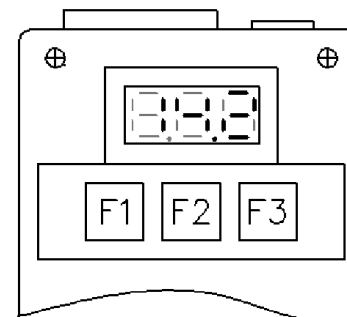

Рис. 3.
1.4.6. Проследить чтобы провода АКБ не соприкасались друг с другом для исключения короткого замыкания выходных клемм. Включить прибор в сеть. На индикаторе отобразится номер версии прошивки «v3.4». Вентилятор охлаждения начнёт работать, выходное напряжение автоматически установится в оптимальное для заряда АКБ значение 14,2 В, что отображается на индикаторе (рис. 3). Через 2 минуты вентилятор перестанет работать.